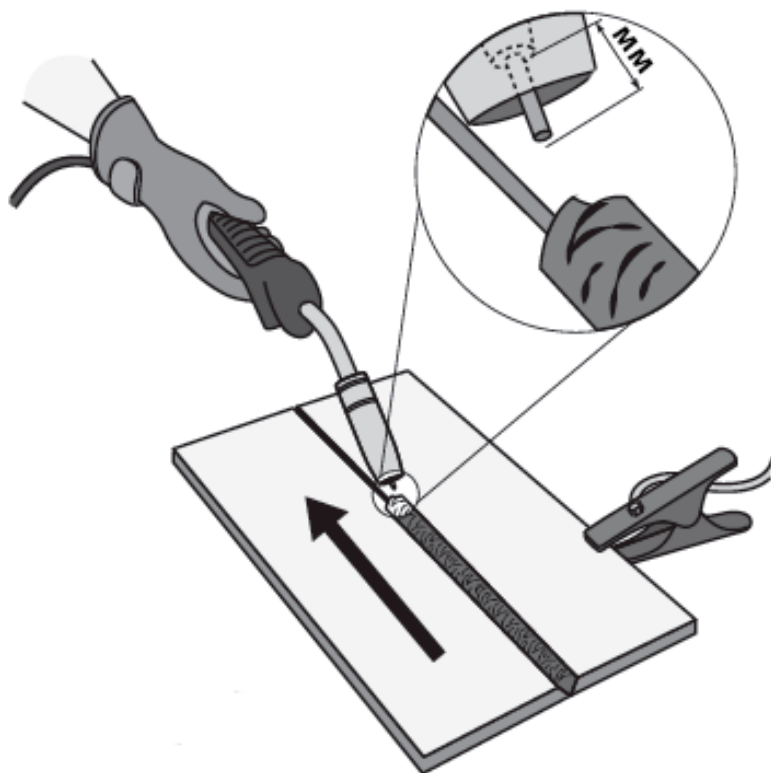

Рис. 7.5. Вылет проволоки.
**Дожигание проволоки:** регулирует вылет проволоки относительно сварочного наконечника после окончания сварочного процесса. Также влияет на формирование капли на кончике сварочной проволоки (см. рис. 7.5). Вылет проволоки выбирается в зависимости от типа соединения: чем меньше значение, тем меньше вылет; чем больше значение, тем больше вылет.